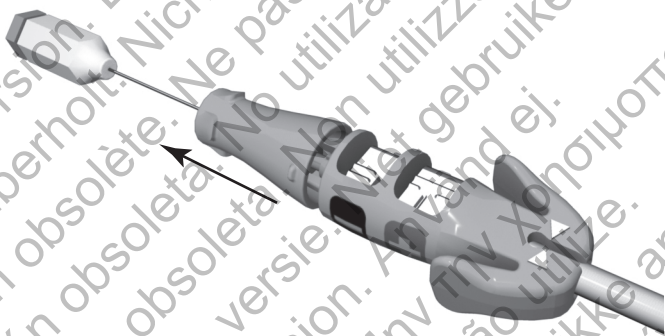

Abbildung 5. Gelöster Fixierknopf der Messkappe
3. Lösen Sie den Fixierknopf vom Anschlussstift, bevor Sie die Elektrode in die Vene einführen (Abbildung 5 auf Seite 19).